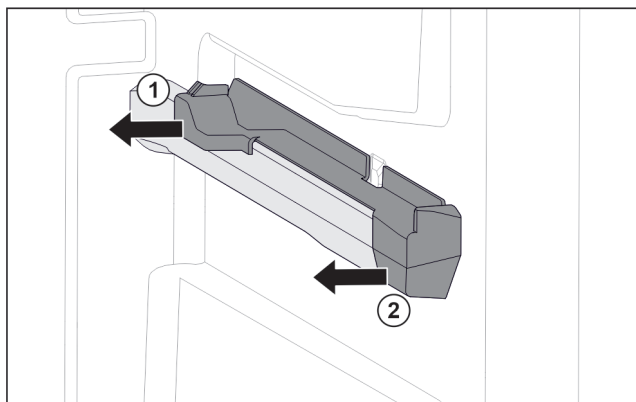

Fig. 61 Nasazovací díl na pravém žebrování na nádoby
- ▶ Uchopte nasazovací díl dole vzadu. (Fig. 61 (1))
- ▶ Stáhněte nasazovací díl vzadu na stranu. (Fig. 61 (1))
- ▶ Stáhněte nasazovací díl vpředu na stranu. (Fig. 61 (2))